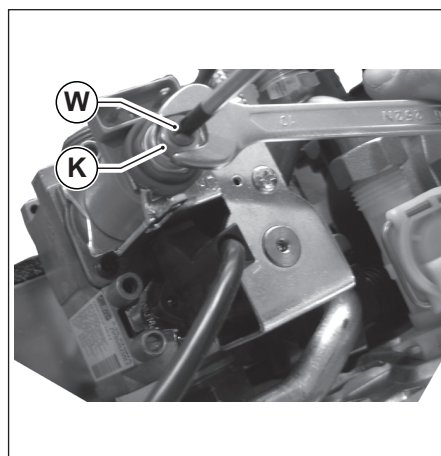

Fig. 26 Regolazione valvola gas
- Girando in senso ORARIO il dado **K** (vedi Fig. 26 Regolazione valvola gas) la pressione agli ugelli aumenta, girando in senso ANTIORARIO la pressione agli ugelli diminuisce.
- Per regolare il valore della pressione, tenendo bloccato il dado **K** con una chiave da 10 mm, girare la vite **W** in senso ORARIO per aumentare la pressione, in senso ANTIORARIO per diminuirla (vedi Fig. 26 Regolazione valvola gas).